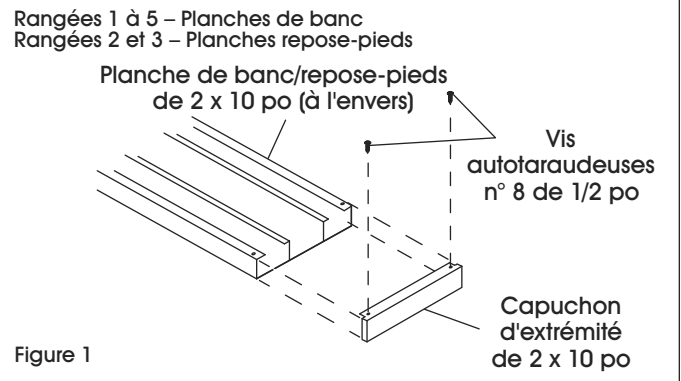

Figure 1
- Fixez les capuchons d'extrémité en poly de 2 x 10 po aux planches de banc et ceux en métal de 2 x 10 po aux planches repose-pieds. (Voir Figure 1) Les planches repose-pieds des rangées 4 et 5 doivent être fixées aux capuchons d'extrémité en métal de 2 x 20 po. Fixez les capuchons d'extrémité de 1 x 6 po aux contremarches. (Voir Figure 2) Assurez-vous que les trous prépercés des capuchons d'extrémité se trouvent sur le côté inférieur des planches. Utilisez un maillet en caoutchouc pour les insérer. Fixez-les à l'aide d'une perceuse avec mèche cruciforme n° 2 et de vis autotaraudeuses en acier inoxydable n° 8 de 1/2 po. (Voir Figures 1 à 4)